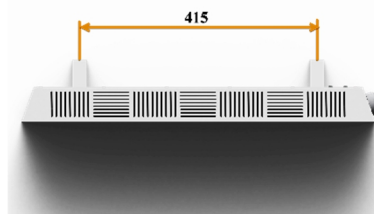
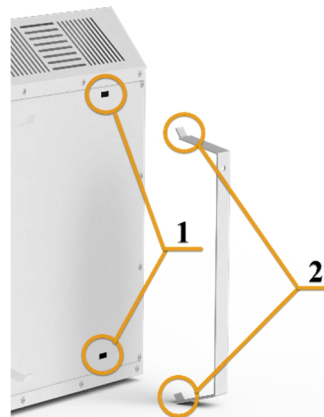

Рисунок 3 Размеры для крепления на стене
Рисунок 4. Крепления электроконвектора на стене
При использовании электроконвектора в настенном варианте закрепите прилагаемые кронштейны на стене при помощи саморезов (в комплект не входят) на расстоянии 415мм по осям отверстий (см. рис.3) и навесьте электроконвектор (1), совмещая выступающие отогнутые части кронштейнов (2) с отверстиями в корпусе (см. рис.4).